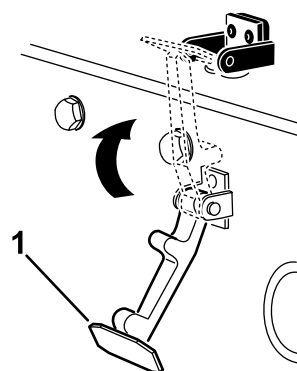

Figure 34
6. Accrochez le loquet du capot sur son support (Figure 34).